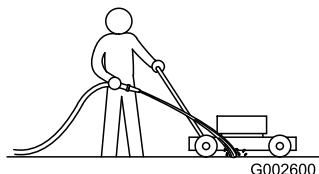

Bild 22
3. Lassen Sie den Motor bei eingekuppeltem Messer laufen und sprühen Sie Wasser vor das **rechte Hinterrad** (Bild 22).